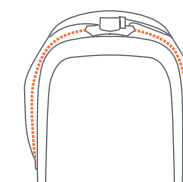

Fig. 6a
- 6) • Vérifiez que le tissu du siège est correctement fixé au support de siège. Si la fermeture à glissière du tissu de siège est ouverte, enroulez le tissu de siège autour du support de siège et fermez le tissu à l'aide de la fermeture à glissière (Fig. 6a).